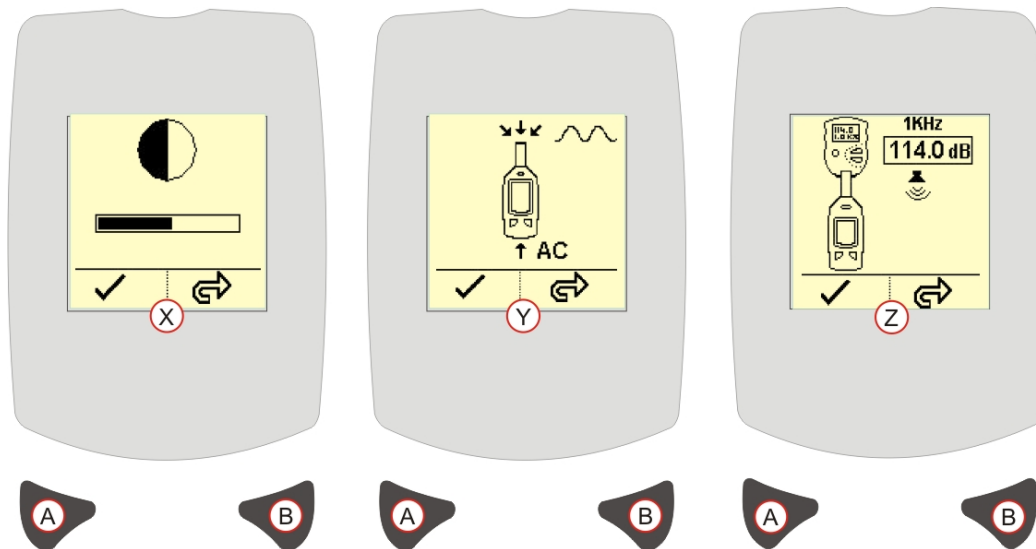

Figura 9 Menu de Configuração
O Menu de Configuração (Ver Figura 9) é usado para alterar o Contraste do Ecrã, o Nível de Calibração e a Fonte de Entrada de Sinal.
CONTRASTE DO ECRÃ – [Figura 9, Referência X]. Premir o botão Direito (B) para ajustar o Contraste. Quando o contraste for o ideal, premir o botão Esquerdo (A) para aceitar as alterações e prosseguir para o Ecrã de Nível de Calibração.
FONTE DE ENTRADA DE SINAL – [Figura 9, Referência Y].
NÍVEL DE CALIBRAÇÃO – [Figura 9, Referência Z]. Este ecrã é usado para definir o nível de saída nominal do calibrador acústico, por ex. 114,0 dB. Premir o botão Direito (B) para ajustar o nível de calibração. Consultar o certificado de calibração do calibrador acústico para o nível de saída do calibrador. Premir o botão Esquerdo (A) para aceitar as alterações e seguir para o ecrã principal de medição.